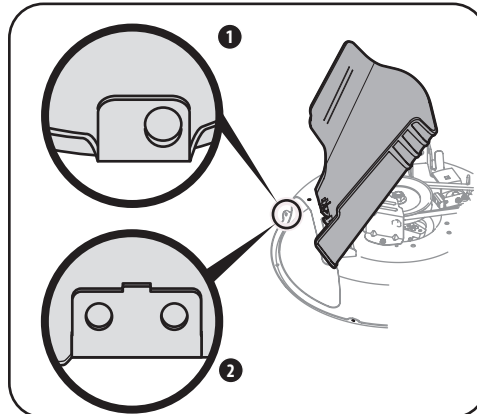

Figura 4-10
1. Determine si la plataforma es de un modelo de 42" o 46". Como se muestra en la Figura 4-10, una plataforma de 46" tendrá una lengüeta de montaje con 1 orificio (1), mientras que una plataforma de 42" tendrá una lengüeta de montaje con 2 orificios (2).